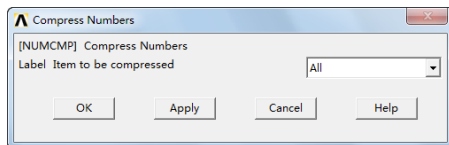

图 10-19 “Compress Numbers”对话框
⑧依次选择 Main Menu→Preprocessor→Numbering Ctrl→Compress Numbers，会弹出“Compress Numbers”对话框，如图 10-19 所示，在“Label Item to be compressed”选择列表中选择“All”，单击“OK”按钮关闭该对话框。